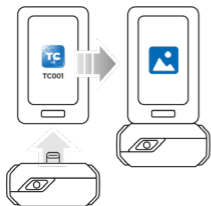

Abbildung 3.1.1
2. Verbinden Sie die TC001-Kamera mit einem Android-Telefon. Schließen Sie das TC001 direkt an Ihr Telefon an. (siehe Abbildung 3.1.1).